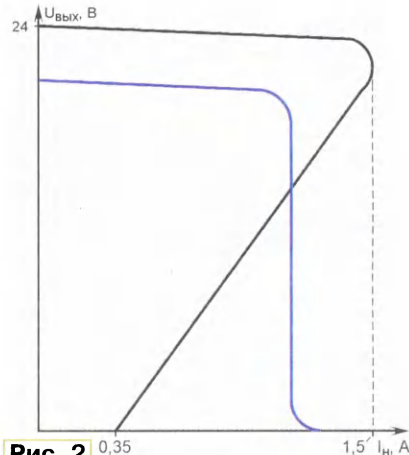
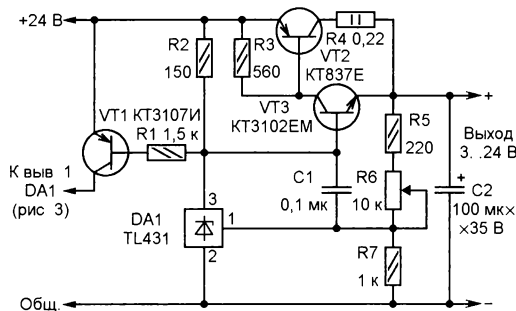
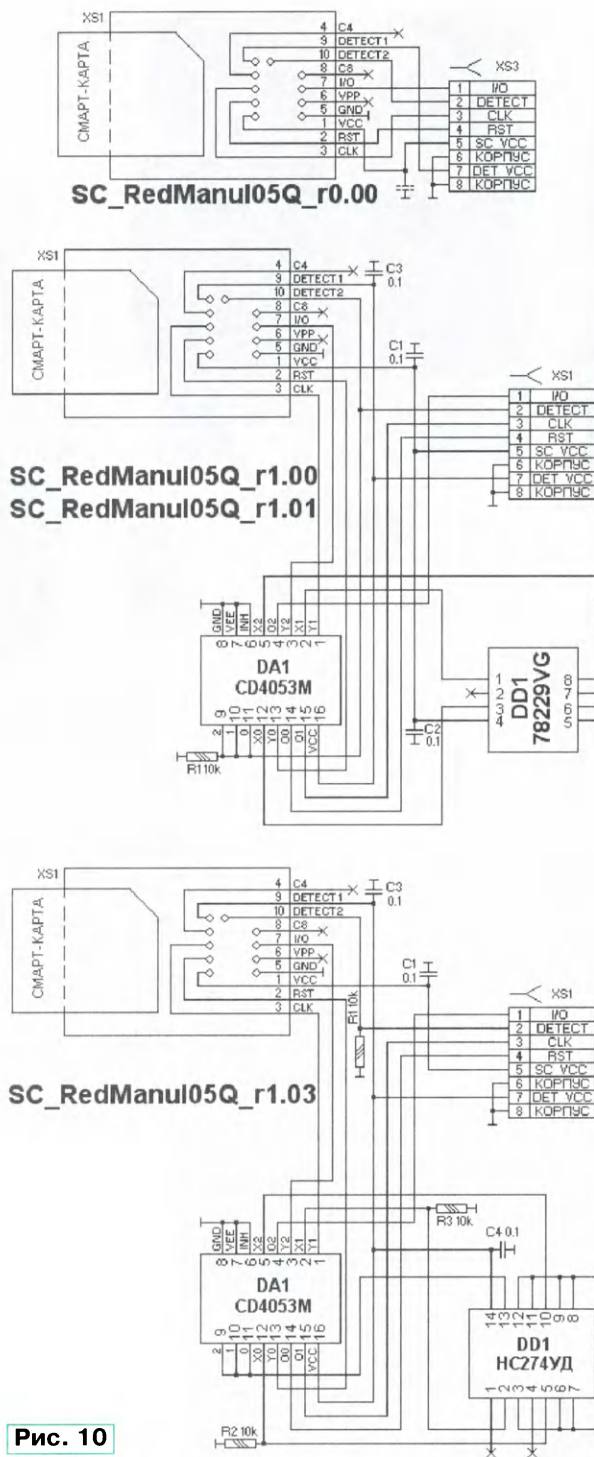

Рис. 2
Рис. 5
Рис. 10
ченное значение 12 % также не соответствует санитарно-эпидемиологическим правилам и нормативам [3] к освещению помещений, предназначенных для работы за компьютером (должно быть не более 5 %), но вполне подходит, например, для уличного освещения, складского помещения, тренажерного зала и пр. Коэффициент пульсаций светового потока измерялся люксметром ТКА-ПКМ(08) при подключении нагрузки в виде четырех последовательно соединенных светодиодных линеек суммарной мощностью 42 Вт и потребляемым током 350 мА. На осциллографе (рис. 2 на 3-й с. обложки) эти пульсации выглядят как фон частотой 100 Гц размахом всего лишь 3,6 В на постоянном уровне около 100 В (вход осциллографа — в режиме переменного напряжения).
Как видно, второй вариант соответствует всем предъявленным требованиям. Небольшим недостатком можно считать меньший КПД. Осциллограмма переменной составляющей (пульсаций) выходного напряжения приведена на **рис. 5 на 3-й с. обложки**. Для наглядности настройки осциллографа и светодиодная нагрузка использовались те же, что и для рис. 2. Та же нагрузка использовалась и при снятии следующих осциллограмм: на **рис. 6 на 3-й с. обложки** верхняя (зелёного цвета) осциллограмма — напряжение на стоке транзистора VT2, нижняя (жёлтая) — на затворе; на **рис. 7 на 3-й с. обложки** верхняя (зелёная) — на стоке транзистора VT4, нижняя (жёлтая) — на затворе.
Источник питания содержит каналы +24 В и +5 В. Первый построен по схеме понижающего широтно-импульсного стабилизатора и рассчитан на ток нагрузки около 1,5 А. При превышении этого значения срабатывает защита и напряжение на выходе стабилизатора резко падает (ток короткого замыкания — примерно 0,35 А). Примерная нагрузочная характеристика канала показана на рис. 2 (кривая чёрного цвета). Канал +5 В также построен по схеме импульсного стабилизатора но, в отличие от канала +24 В, по так называемой релейной схеме. Питается этот стабилизатор с выхода канала +24 В (рассчитан на работу от источника напряжения не ниже 15 В) и токовой защиты не имеет, поэтому при коротком замыкании выхода (а такое в практике радиолюбителя не редкость) может выйти из строя. И
Условный доступ к платным программам, скремблированным в системе DRE-CRYPT 2, обеспечивается через смарт-карту, которую устанавливают в картридер, подключаемый к разъёму XP3 основной платы (см. рис. 2). Принципиальные схемы всех модификаций картридзеров SC_RedManul05Q_r0.00/r1.00/r1.01/r1.03 изображены на **рис. 10**. Первый из них (r0.00) собран по простейшей схеме и не требует пояснений. Версии r1.00 и r1.01 предполагалось использовать для работы со смарт-картами и микросхемой криптозащиты ИП562УД. Их переключение обеспечивает строенный коммутатор DA1. В картридере версии r1.00 устанавливали